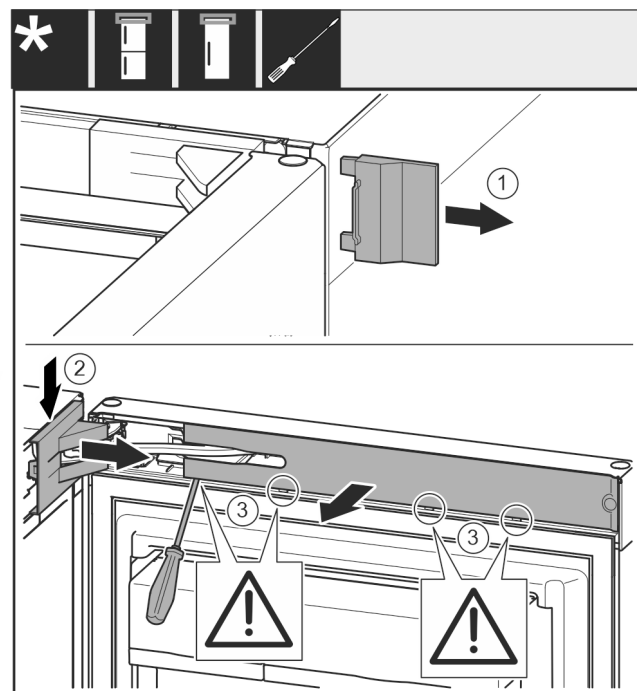

Fig. 9
- Snemite pokrov Fig. 9 (1).
- Snemite in odstranite pokrov ležajnega podstavka Fig. 9 (2).
- Snemite pokrov ležajnega podstavka Fig. 9 (2).
- S ploščatim izvijačem sprostite zaslonko Fig. 9 (3) in jo obrnite na stran.